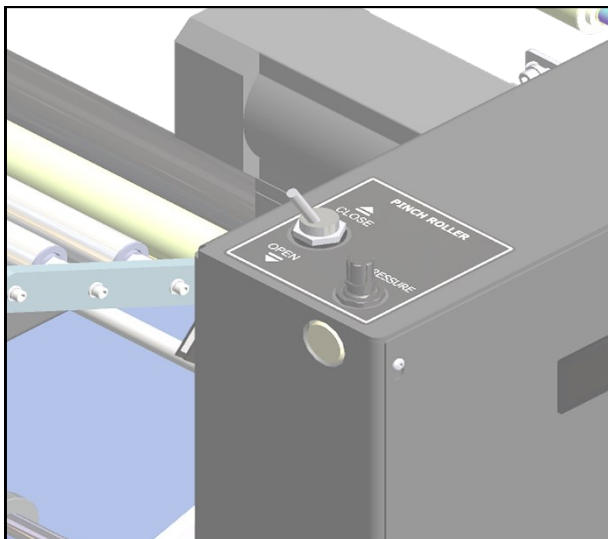

Abb. 2-6B. Kippschalter.
- Um die Beutel durch die MAX Beutelmaschine zu führen, stellen Sie zunächst den Kippschalter auf die Position OPEN. **Abb. 2-6B.**